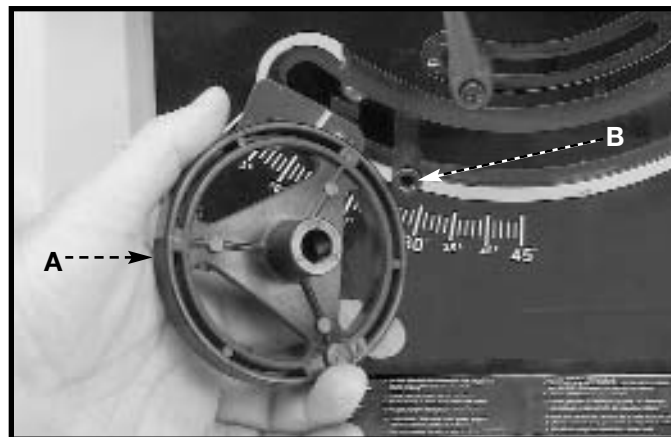

Fig. 6
2. Fixer le volant (A) fig. 6 à l'arbre (B). Aligner la partie plate de l'intérieur du volant avec la partie plate de l'arbre.